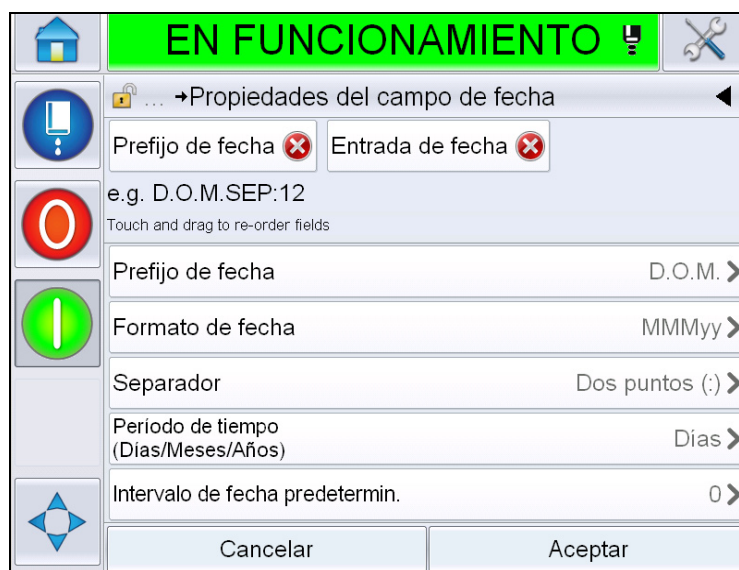

Figura 5-28: Página *Date Field Properties (Propiedades del campo de fecha)*
- 7 Muestra la página *Date Field Properties (Propiedades del campo de fecha)* (Figura 5-28).